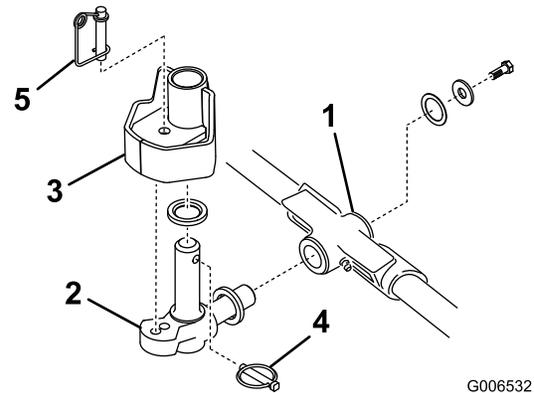

Figura 17
1. Introduzca una arandela de empuje en el eje horizontal del nudo del pivote tal y como muestra Figura 17.
2. Introduzca el eje horizontal del pivote en el tubo de montaje del bastidor de tiro (Figura 17).
3. Fije el pivote al bastidor de tiro con una arandela de empuje, una arandela plana y un tornillo de caperuza con arandela prensada (Figura 17).
4. Introduzca una arandela de empuje en el eje vertical del pivote (Figura 17).
(Figura 17). Guíe el pivote a su lugar entre las dos piezas de goma de centrado del lado inferior de la chapa de dirección del brazo de elevación.
6. Introduzca el pasador de seguridad en el taladro transversal del eje del nudo del pivote (Figura 17).
Nota: Si se requiere fijar la posición de la unidad de corte, introduzca el pasador de bloqueo de la dirección en el taladro de montaje del pivote (Figura 17).
11. Enganche el alambre del muelle alrededor de la parte inferior del pasador de bloqueo de la dirección (Figura 17).